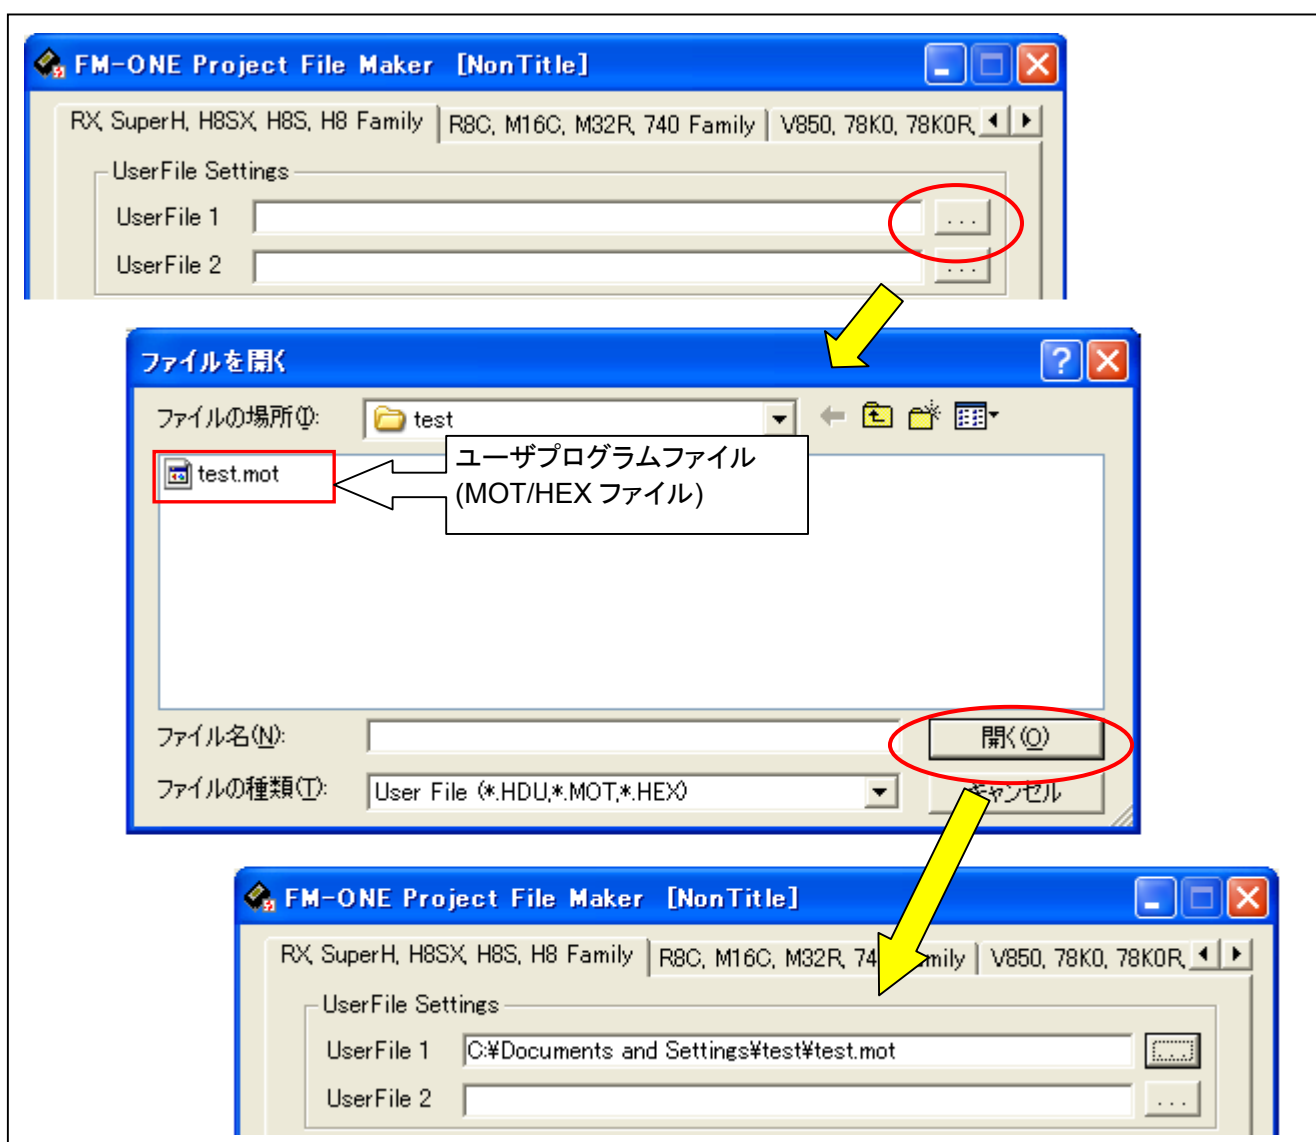

図 4-1 ①ユーザプログラムファイル選択設定画面
詳細は「図 4-1 ①ユーザプログラムファイル選択設定画面」をご参照ください。